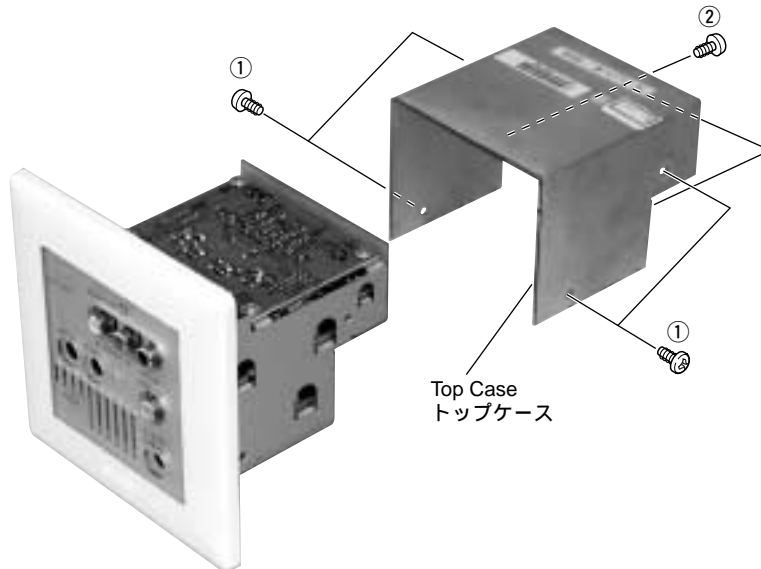

Fig. 1
- a) Remove 4 screws marked [①] and 2 screws marked [②]. (Fig. 1)
- b) Remove the Top Case by sliding it rearward. (Fig. 1)
- a) ①のネジ4本、②のネジ2本を外します。(Fig.1)
- b) トップケースを後方へスライドさせ、取り外します。(Fig.1)